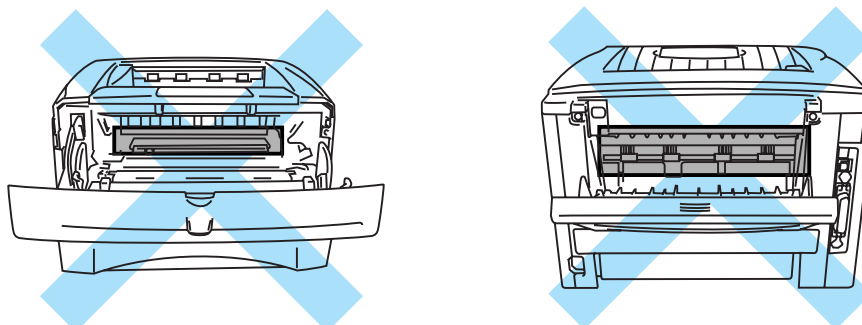

Figura 6-2
- ⚠ Si la impresora ha estado en uso recientemente, algunas piezas internas estarán excesivamente calientes. Al abrir la cubierta delantera o la bandeja de salida trasera de la impresora, nunca toque las partes sombreadas que se indican en la Figura 6-2.